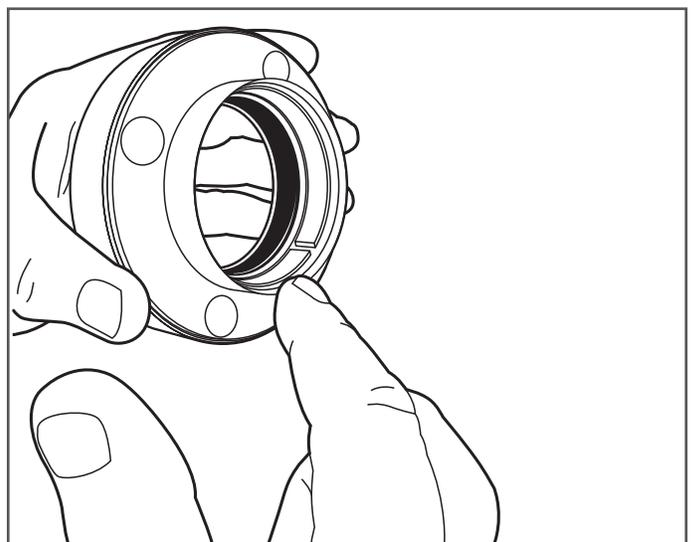

Figura 7-10
11. Asegúrese de que el anillo de empuje, el anillo de retención en espiral y el sello posterior de perfil cuadrado estén instalados en la sección posterior del acoplamiento. (Figura 7-10)